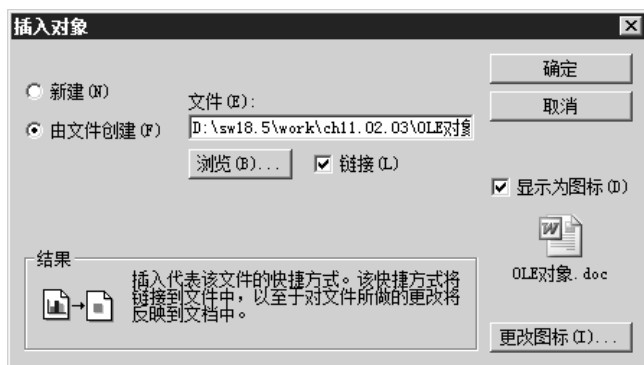

图 11.2.6 “插入对象”对话框
Step4. 在“插入对象”对话框中选中 **显示为图标(I)** 复选框,此时对话框如图 11.2.6 所示。